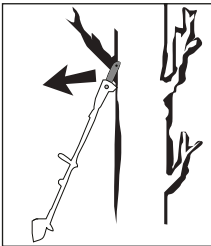

Fig. 2
- Puede producirse un retroceso si la punta del carril guía 23 entra en contacto con un objeto o si la madera se arquea y la cadena de sierra 17 queda atrapada en el corte (consulte la fig. 2).